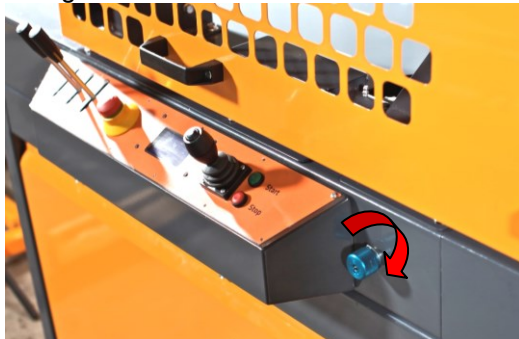

Bild 35. Ventil för justering av svärdets hastighet
- Börja justeringen genom att ställa ventilen till sitt minsta läge (Bild 35).